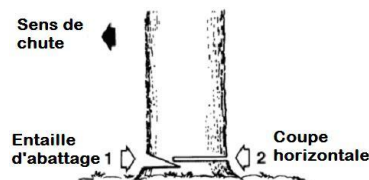

Fig. 18
3. Du côté où l'arbre doit tomber, pratiquer une entaille d'abattage d'une profondeur du tiers du diamètre de l'arbre (Fig. 18).
4. Faire ensuite une coupe horizontale de l'autre côté, légèrement plus haut que le fond de l'entaille d'abattage (Fig. 18).